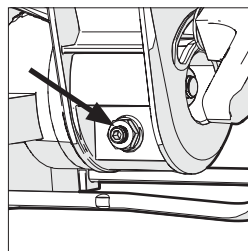

Fig. 9
- Allentare il controdado sulla vite di regolazione dell'angolo di smusso con una chiave a tubo da 10 mm e una chiave esagonale da 3 mm (non in dotazione) (Fig. 9).